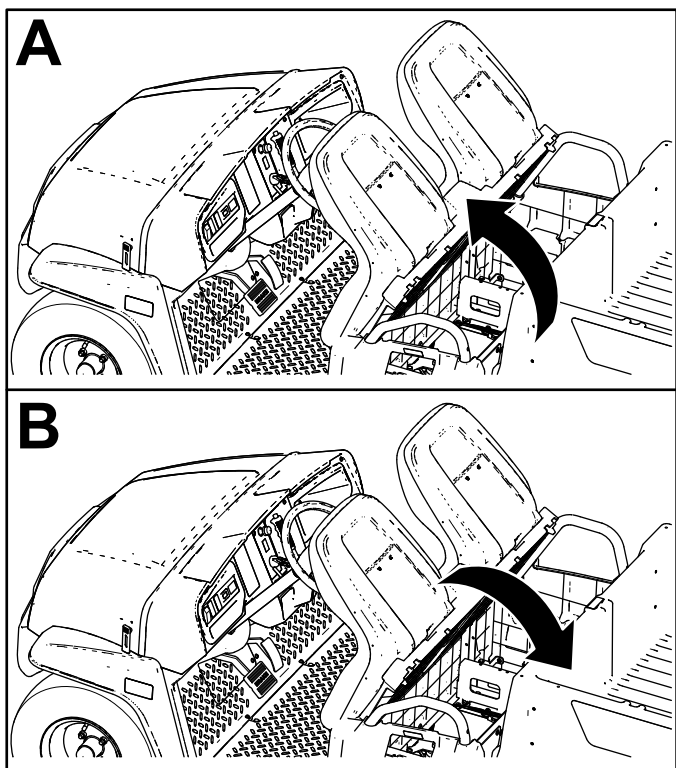

Figure 30
Pour lever l'ensemble sièges, basculez-le en avant jusqu'à ce qu'il soit en appui sur le volant (Figure 30).
Pour baisser l'ensemble sièges, rabattez-le en arrière jusqu'à ce qu'il retrouve sa position initiale (Figure 30).
1. Basculez l'ensemble sièges en avant, en position levée (Figure 30).